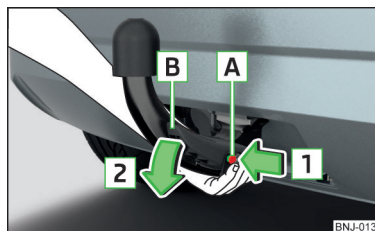

Bild 160
- Fatta tag i dragkroken **underifrån** » bild 160.